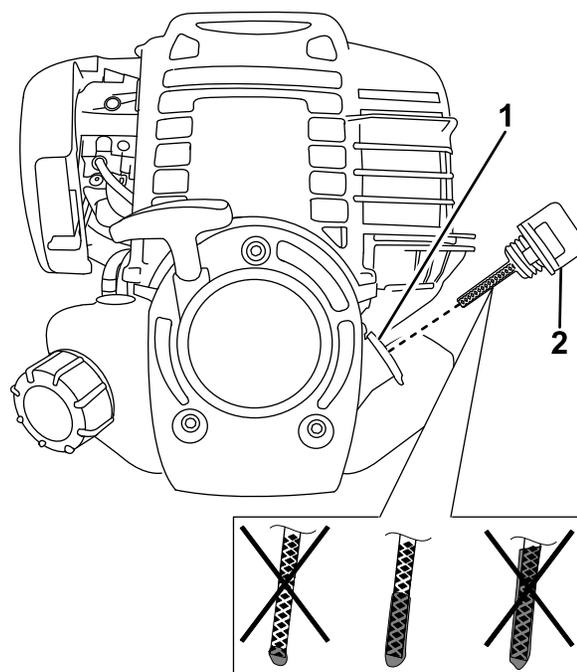

Figure 19
4. Retirez la jauge d'huile et essuyez soigneusement son extrémité (Figure 19).
5. Insérez complètement la jauge d'huile dans l'orifice de remplissage, mais ne la vissez pas (Figure 19).
6. Ressortez la jauge et examinez l'extrémité. Si le niveau est bas, versez lentement juste assez d'huile dans l'orifice de remplissage pour amener le niveau au repère maximum (Full) sur la jauge (Figure 19).
7. Revissez la jauge en place (Figure 19).